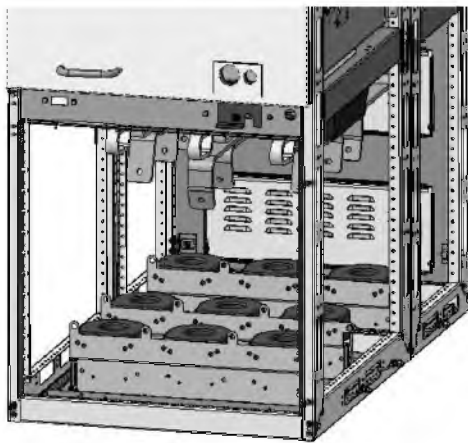

Рисунок 54 - Доступ к кабельной разделке через открытую фасадную дверь отсека линейного присоединения
- через открытую дверь отсека линейного присоединения (Рисунок 54).